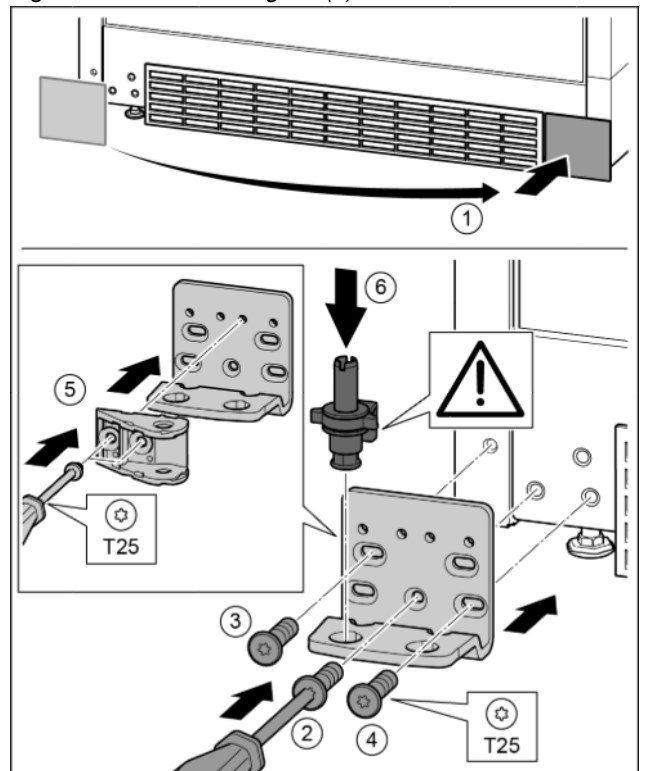

Fig. 28
- ▶ Abdeckung abnehmen und auf der anderen Seite anbringen. Fig. 28 (1)
- ▶ Lagerbock auf der anderen Seite ansetzen und mit Hilfe eines Schraubendrehers T25 anschrauben. Mit Schraube 2 unten in der Mitte beginnen. Fig. 28 (2)
- ▶ Schraube 3 und 4 festschrauben. *Fig. 28 (3, 4)*
- ▶ Türaufhängung um 180° drehen. Auf der anderen Seite des Lagerbocks mit Schraubendreher T25 anschrauben. *Fig. 28 (5)*
- ▶ Lagerbolzen komplett einsetzen. Dabei darauf achten, dass der Rastnocken nach hinten zeigt. *Fig. 28 (6)*